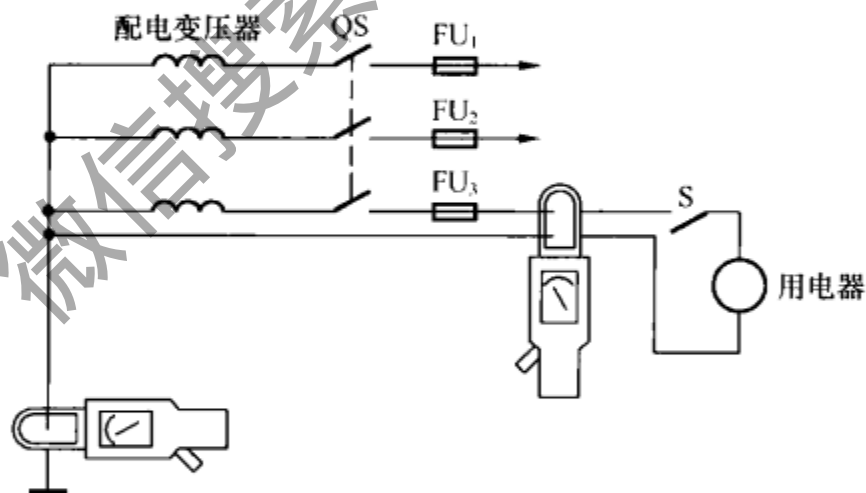

图 5-15 用钳形电流表检查实接地故障
① 确定接地相。如图 5-15 所示，拆掉其中的两相熔断器，合上电源开关，分相试送电，然后将钳形电流表卡在配电变压器的中性线（接地线）上，分别测量三相的中性线电流。中性线电流大的一相即为接地相。